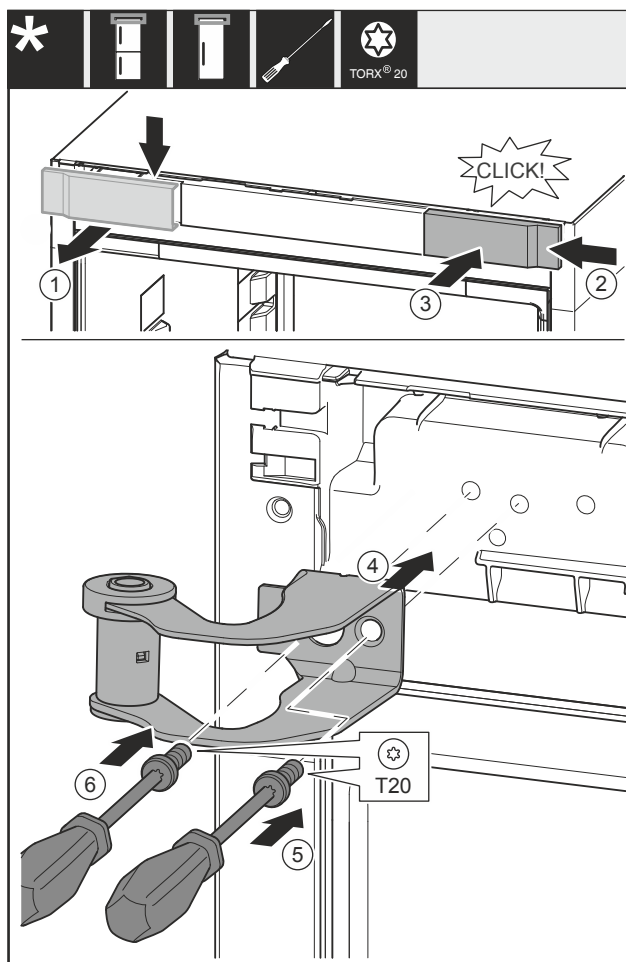

Fig. 16
- Odeberte kryt Fig. 16 (1) shora dopředu.
- Kryt Fig. 16 (2) otočený o 180° zavěste na druhé straně zprava.
- Zaklapněte kryt Fig. 16 (3).
- Nasadte horní stojan ložiska Fig. 16 (4).
- Utáhněte šroub Fig. 16 (5).
- Utáhněte šroub Fig. 16 (6).